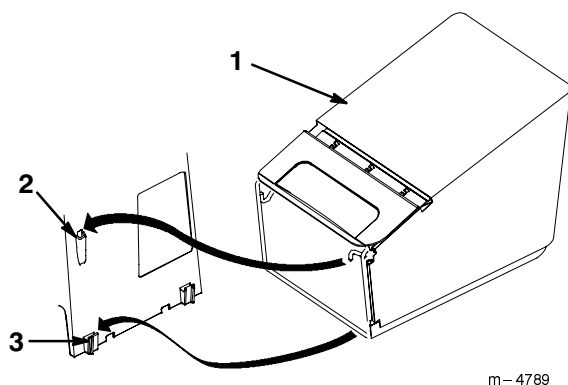

Abbildung 17
- Den Haken des Graskorbrahmens wie in Abbildung 17 gezeigt in den Mähdeckschlitz und auf die Sättel des Graskorbrahmens stecken.
- Den Graskorbrahmen wie in Abbildung 17 gezeigt von den Graskorbrahmensätteln herunter- und aus der Öffnung herausheben.